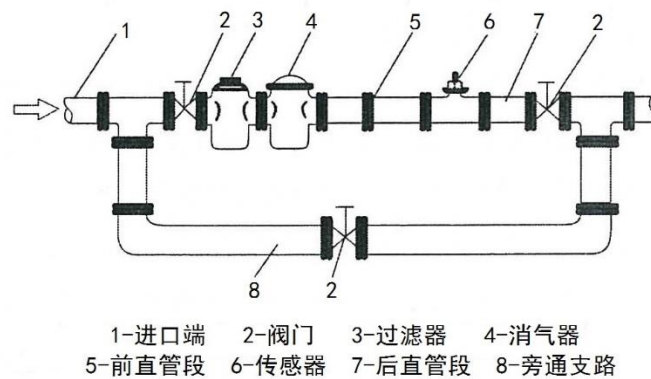
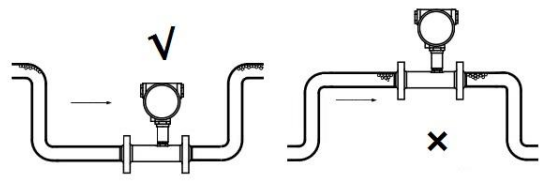

图6-1
图6-4 避免气泡的安装方式
涡轮流量传感器的安装布置简图如图 6-1。
④ 流量传感器不应装在水平管线的最高点，以免管线内聚集的气体（如停流时混入空气）停留在流量传感器处不易排出而影响测量。正确安装参见图 6-4 的方式。
⑤ 传感器的安装方式根据规格不同，采用螺纹或者法兰安装。严禁在流量计壳体上进行焊接。焊接时必须将流量计拆离管线。
⑥ 安装流量计前应将管道内的杂物、焊渣、粉尘清理干净。
⑦ 在需要连续运行不能停流的场合，为了检修时不致影响流体的正常输送，建议在流量传感器的安装处，按图 6-1 设置旁通管路和可靠的截止阀，测量时应保证旁通管路无泄漏。
⑧ 流量计安装时，其上、下游应根据使用说明书的要求配置相应长度的直管段。传感器上游端至少有 20 倍公称通径长度的直管段，下游端应不少于 5 倍公称通径长度的直管段。
⑨ 为保证流量计的使用寿命，必须安装过滤器。对于不能停流的，应并联安装两套过滤器，轮流清除杂质，或选用自动清洗型过滤器。
⑩ 安装时注意流体方向，不得反向安装。
⑪ 需要安装流量调节阀的场合，调节阀应安装在流量计的下游处，以减少来自上游的流量干扰，利于流量的调节稳定。上游侧的截止阀测量时应全开，且这些阀门都不得产生振动和向外泄漏。压力表可装在上下游进出口处，温度计应装在下游 5DN 处。对于可能产生逆向流的管线应加装止回阀以防止流体反向流动。
⑫ 流量传感器露天安装时，请做好遮阳和防雨淋措施。
⑬ 流量计外壳设有接地端子，应可靠接地，但不得与强电系统地线共用。
⑭ 现场安装、维护必须遵守“有爆炸性气体时勿开盖”的警告语，并在开盖前关掉外电源。
⑮ 拆装流量计时，对磁感应部分不能碰撞。
⑯ 投入运行前先进行仪表系数的设定。仔细检查，确保仪表接线无误，接地良好，方可送电。
⑰ 涡轮流量计所安装的管道不得对其施加任何应力。